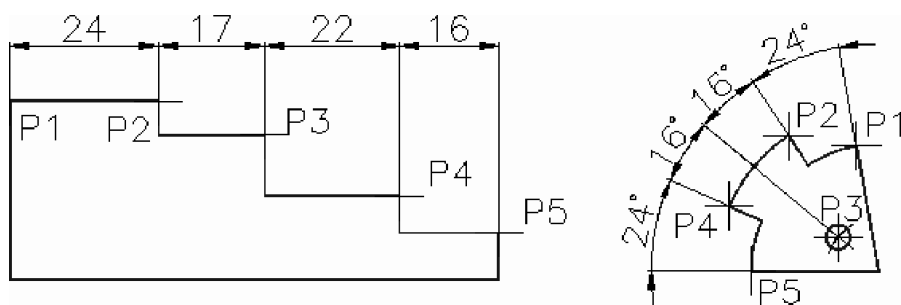

Fig. 6.67 Cotarea în serie
■ Cotarea în serie, ca în Fig. 6.67, se poate obține astfel: